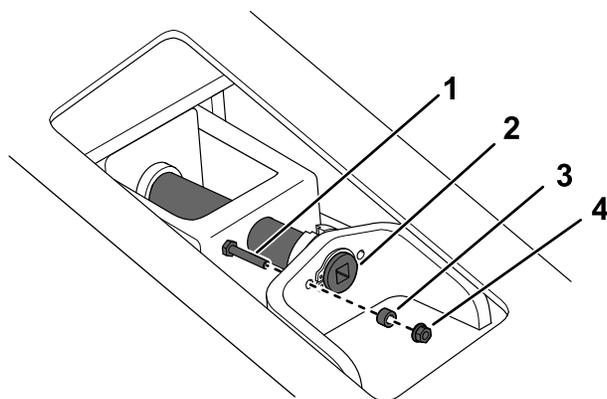
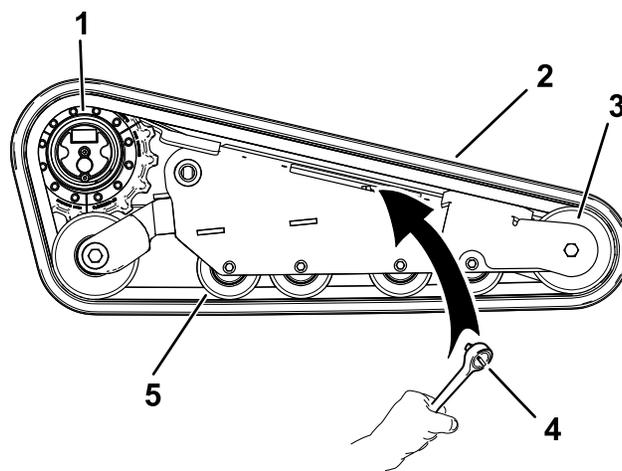

Рисунок 72
Рисунок 74
6. Удалите стопорный болт, проставку и гайку (Рисунок 72).
8. Совместите выемку на головке натяжного винта с ближайшим отверстием под стопорный болт и закрепите винт при помощи стопорного болта, проставки и гайки (Рисунок 72).
- Удалите стопорный болт, проставку и гайку (Рисунок 72).
- Используя ключ с храповым механизмом на 1/2 дюйма, ослабьте натяжение привода, вращая натяжной винт по часовой стрелке (Рисунок 72 и Рисунок 74).
1. Проложите новую гусеницу вокруг переднего направляющего колеса (Рисунок 74).
2. Протолкните гусеницу под опорные катки и одновременно между ними и проложите ее вокруг заднего натяжного колеса (Рисунок 74).